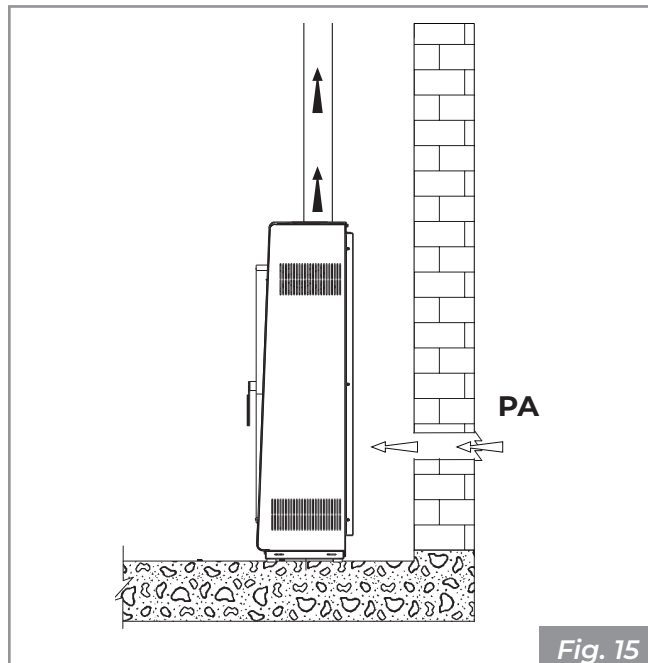

Fig. 15
- desde el ambiente de instalación o de los locales contiguos apropiados (Fig. 15)
Realizar la toma de aire en la pared (Fig. 15 - PA = Toma de Aire), y dejar el aparato libre para extraer aire en el ambiente.